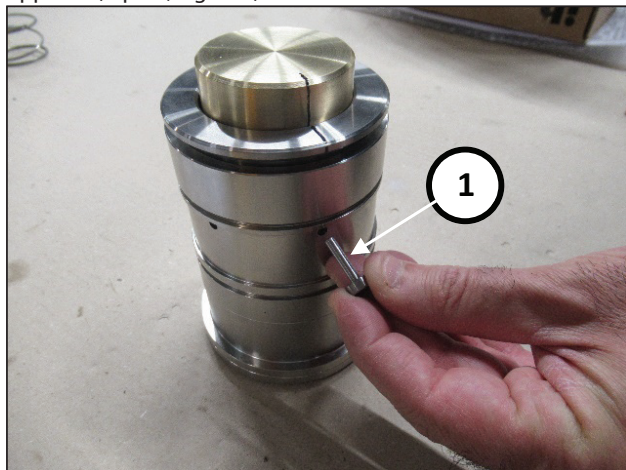

Fig. 184
Insérer les axes de l'outil n° 27945400 dans deux trous opposés (rep. ①, Fig. 184).